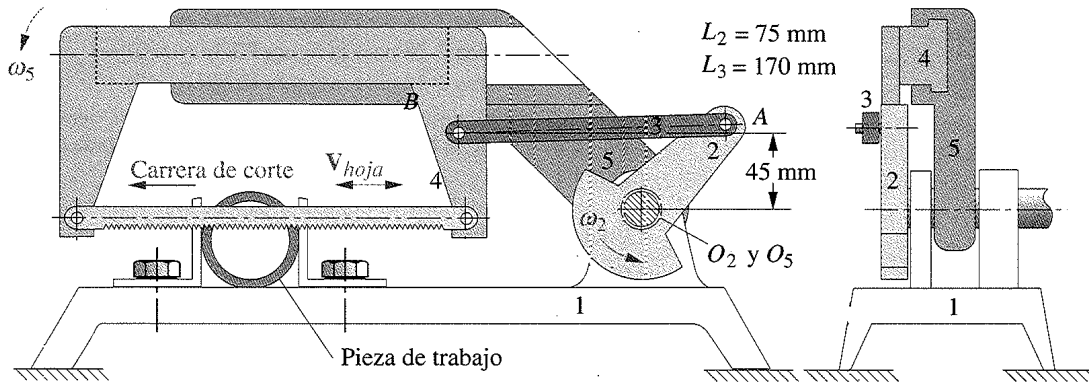

FIGURA P2-15 Problema 2-34 Sierra mecánica Adaptado de P.H. Hill y W.P. Rule (1960). *Mechanisms: Analysis and Design, con autorización.*
- 2-34 La figura P2-15 (p. 65) muestra una sierra mecánica utilizada para cortar metal. El eslabón 5 pivotea en O_5 y su peso contacta la hoja con la pieza de trabajo, mientras que el eslabonamiento (eslabón 4) la mueve hacia adelante y hacia atrás dentro del eslabón 5 para cortar la pieza. Trace su diagrama cinemático, determine su movilidad y su tipo (es decir, ¿es un mecanismo de cuatro barras, un mecanismo Watt de seis barras, un mecanismo de seis barras de Stephenson, un mecanismo de ocho barras, o qué es?) Use la transformación inversa de eslabonamiento para determinar su eslabonamiento de junta revoluta equivalente.